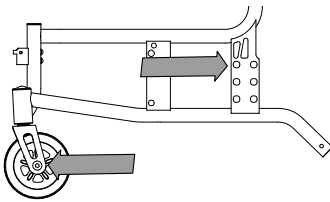

Abb. 41
- ▼ Sitthöjd 390 mm - länkhjul med diameter 6" (150 mm) och hjulaxeln i det övre gaffelhålet (bild 41)